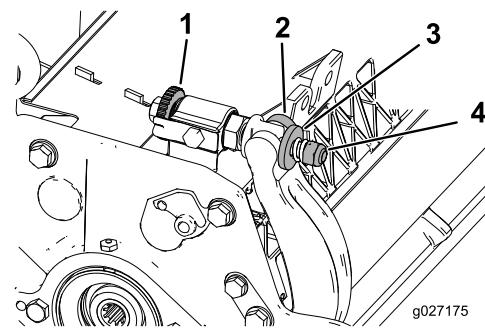

図24
1. ベッドバー調整ねじを左に回して下刃とリールの接触を完全にななくす図24。
2. スプリングテンションナットをゆるめて、ワッシャがベッドバーを全く押さないようにする図24。